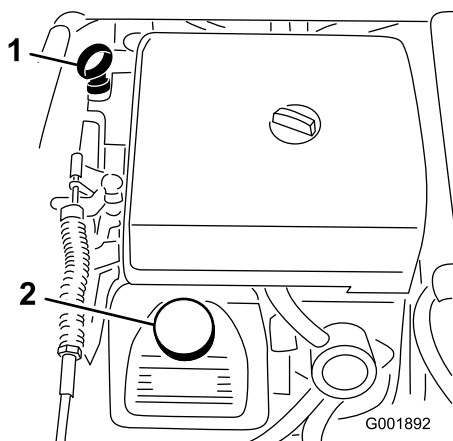

Figure 20
2. Retirez la jauge et essuyez-la sur un chiffon propre (Figure 20). Remettez la jauge dans le tube en vérifiant qu'elle est enfoncée au maximum. Sortez de nouveau la jauge et vérifiez le niveau d'huile.
3. Si le niveau d'huile est bas, retirez le bouchon de remplissage du couvercle-culasse (Figure 20) et ajoutez la quantité d'huile nécessaire pour amener le niveau au repère maximum sur la jauge. Reportez-vous à la section Entretien de l'huile moteur dans Entretien du moteur, page 42, pour connaître le type d'huile et la viscosité qui conviennent. Versez l'huile lentement et vérifiez souvent le niveau durant la procédure. Ne remplissez pas excessivement.